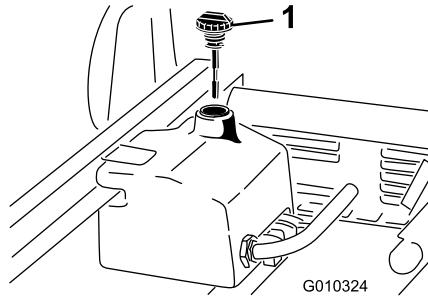

Bild 20
1. Reinigen Sie den Bereich um den Einfüllstutzen und den Deckel des Hydraulikbehälters (Bild 20). Drehen Sie den Deckel vom Einfüllstutzen ab.
2. Entfernen Sie den Peilstab (Bild 20) aus dem Einfüllstutzen und wischen ihn mit einem sauberen Lappen ab. Stecken Sie den Peilstab in den Einfüllstutzen und ziehen ihn dann heraus, um den Ölstand zu prüfen. Der Ölstand sollte sich zwischen den beiden Marken am Peilstab befinden.